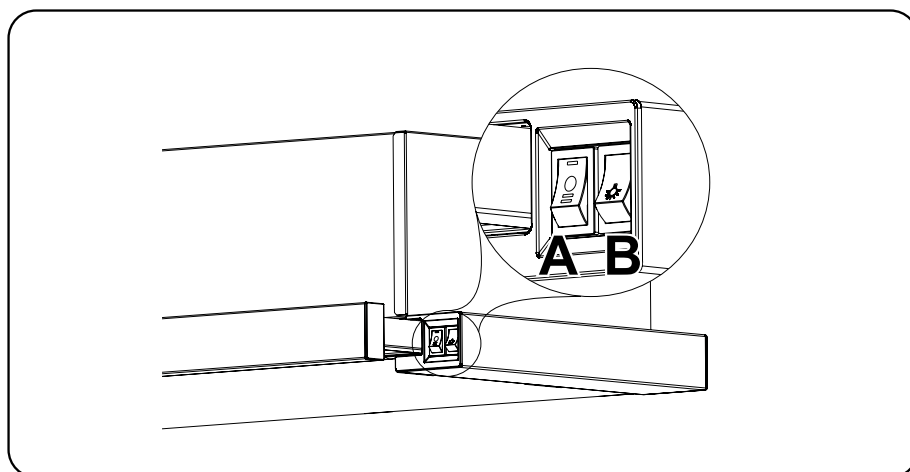

Fig. 19:
1. För att ställa in enheten på första nivån, ställ nyckeln till läge  (Fig. 19/A).
2. För att ställa in enheten på andra nivån, ställ nyckeln till läge  (Fig. 19/A).
3. Slå på lampan med på/av-knappen  (bild 19/B).